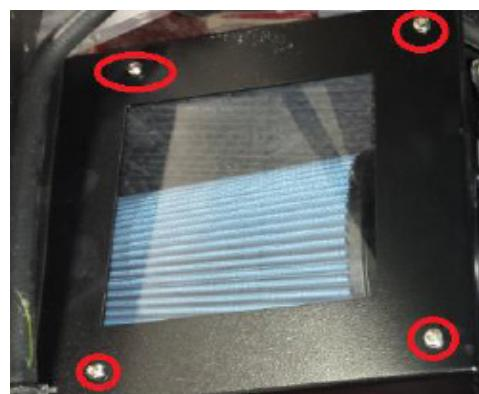

Figura 8
8. Desprenda el papel de protección de la tapa de la caja de aire e instale la tapa de la caja de aire con los sujetadores de cuarto de vuelta incluidos encerrados en un círculo en la figura 8.